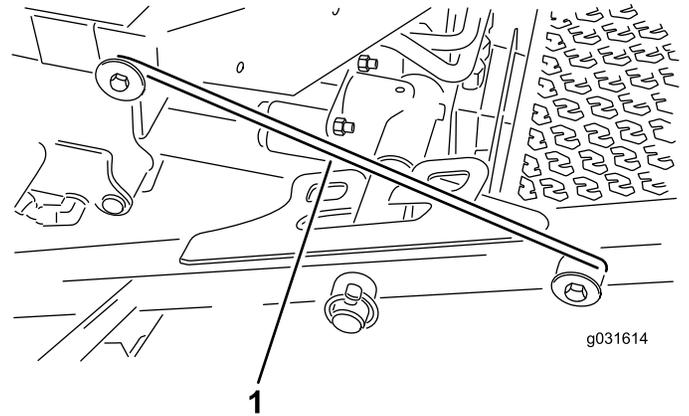

图 32
4. 从承载架固定器上松开门锁杆图 32。
5. 提升前滚刀组的外侧并将门锁放置到安装在操作员平台前部的机架销上图 32。